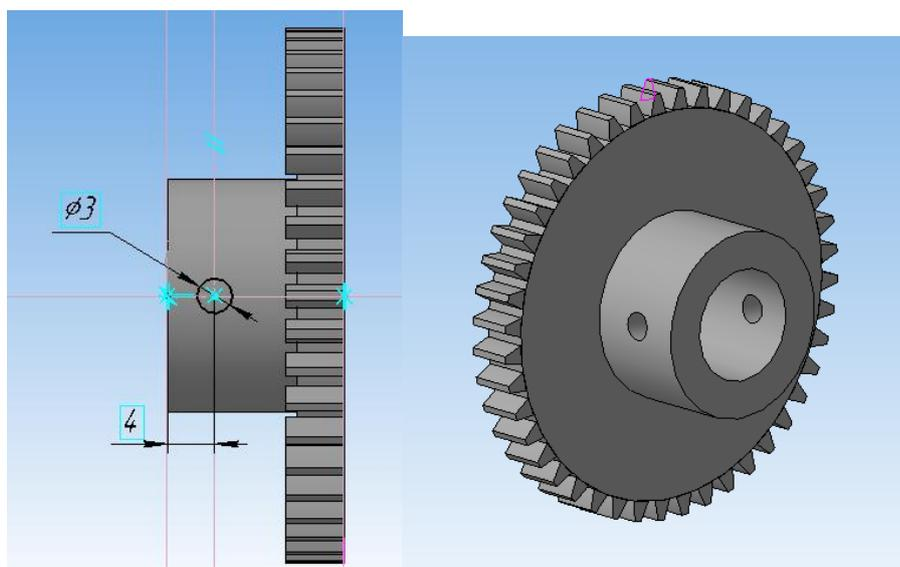

Рисунок 88.
9. Выберите команду «*Вырезать выдавливанием*» и вырежьте в двух направлениях с параметром «*Через все*». Получается сразу два отверстия (рисунок 88).